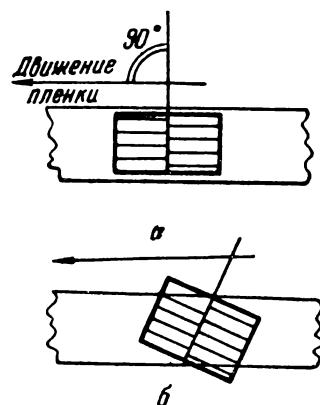

Рис. 4. Правильное (а) и неправильное (б) положение рабочей щели
3. Чрезвычайно важно, чтобы положение ребер рабочей щели головки было строго перпендикулярно направлению движения пленки. Если это не соблюдается, то частотная характеристика головки приобретает кругой спад на высоких частотах. На рис. 4 показано правильное и неправильное положение рабочей щели головки. Регулирование положения рабочей щели по отношению к направлению движения пленки называется азимутальным регулированием, или установкой азимута.